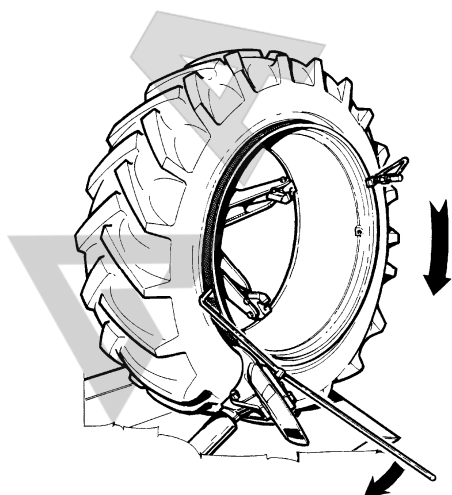

Рис.51
- Установите крюк, как описывается в 5.5.2. Поворачивайте держатель колеса по часовой стрелке, пока шина не будет полностью смонтирована. При необходимости используйте монтировку, чтобы удерживать борт шины в глубоком обode (Рис. 51).